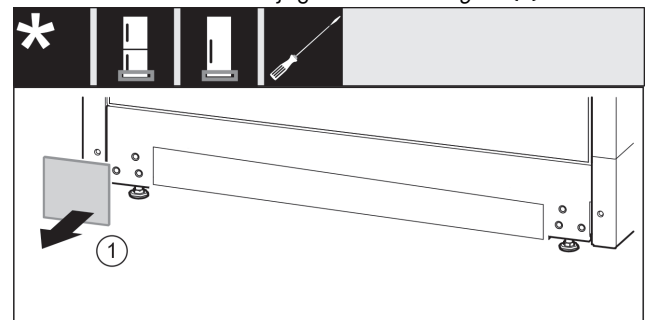

Fig. 12
- ▶ Võtke kate maha. Fig. 12 (1)